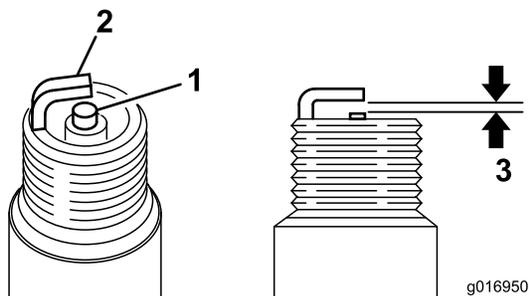

图 39
3. 如图 39 所示将空隙设定为 0.60.7mm。安装已设定正确空隙的火花塞上紧扭矩至 23N·m。